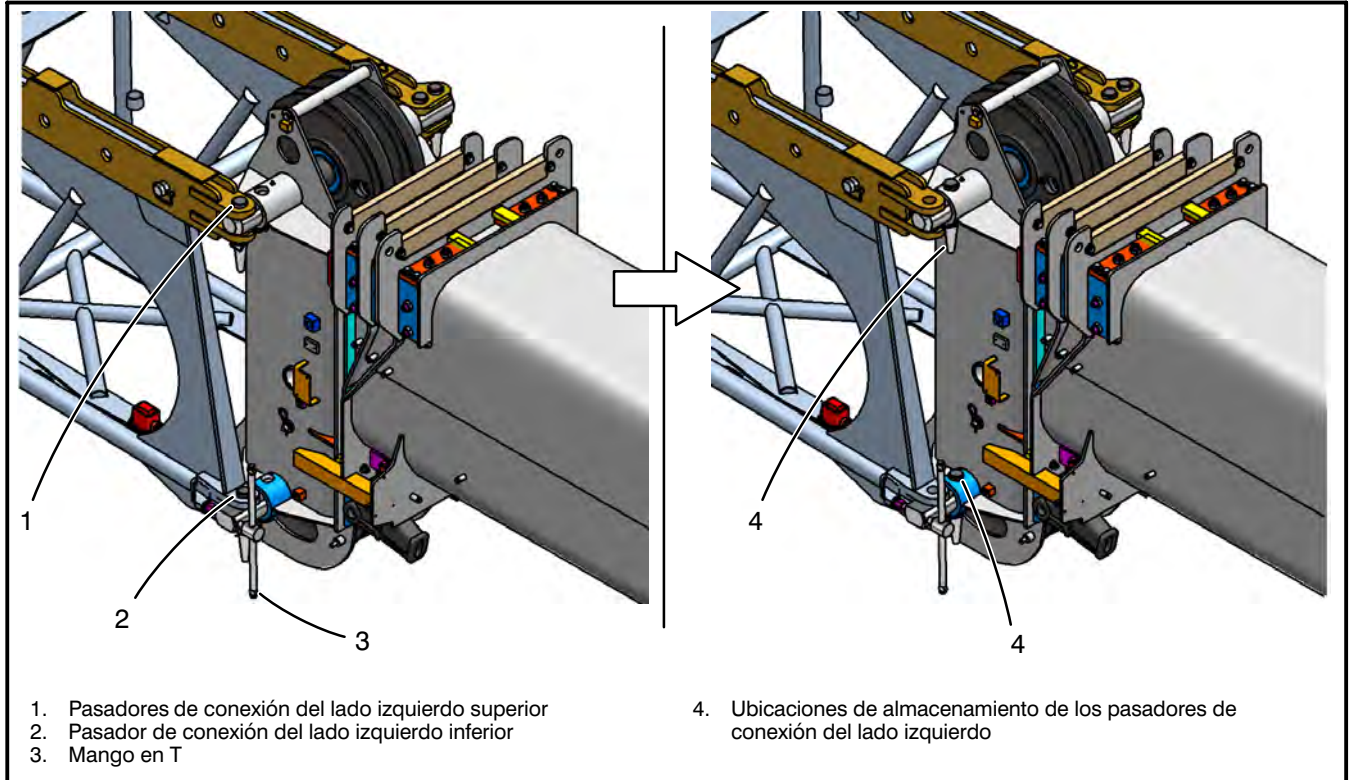

Figura 4–111
11. Bloquee el plumín de forma segura para sujetarla. Consulte la Figura 4–110. La sección del plumín de 3,0 m pesa aproximadamente 465 kg, la de 8,5 m pesa aproximadamente 451 kg, y la de 7,9 m pesa aproximadamente 337 kg.